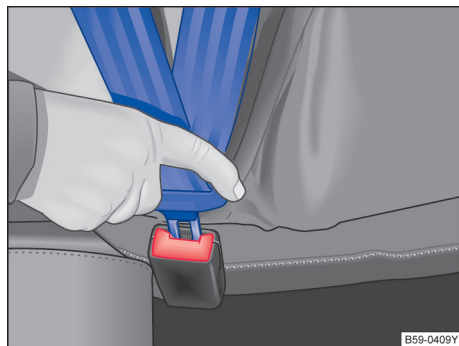

图 27 安全带锁扣和插口
- 将锁舌插入所属座椅的安全带锁扣内，下压，直至听到啮合声 → 图 27。安全带锁舌被锁扣锁止。